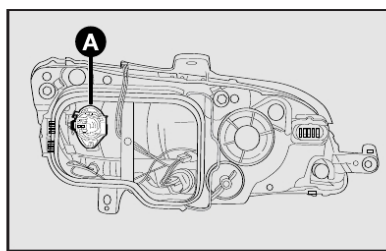

fig. 17
2) soltar o conector **A**-fig. 17 de alimentação da lâmpada;